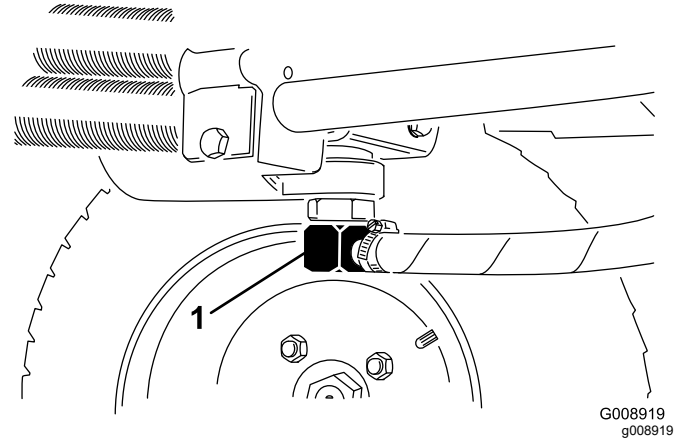

Figura 75
3. Desconecte el tubo hidráulico (Figura 75) o retire el filtro hidráulico (Figura 76) y deje fluir el aceite hidráulico en un recipiente apropiado.